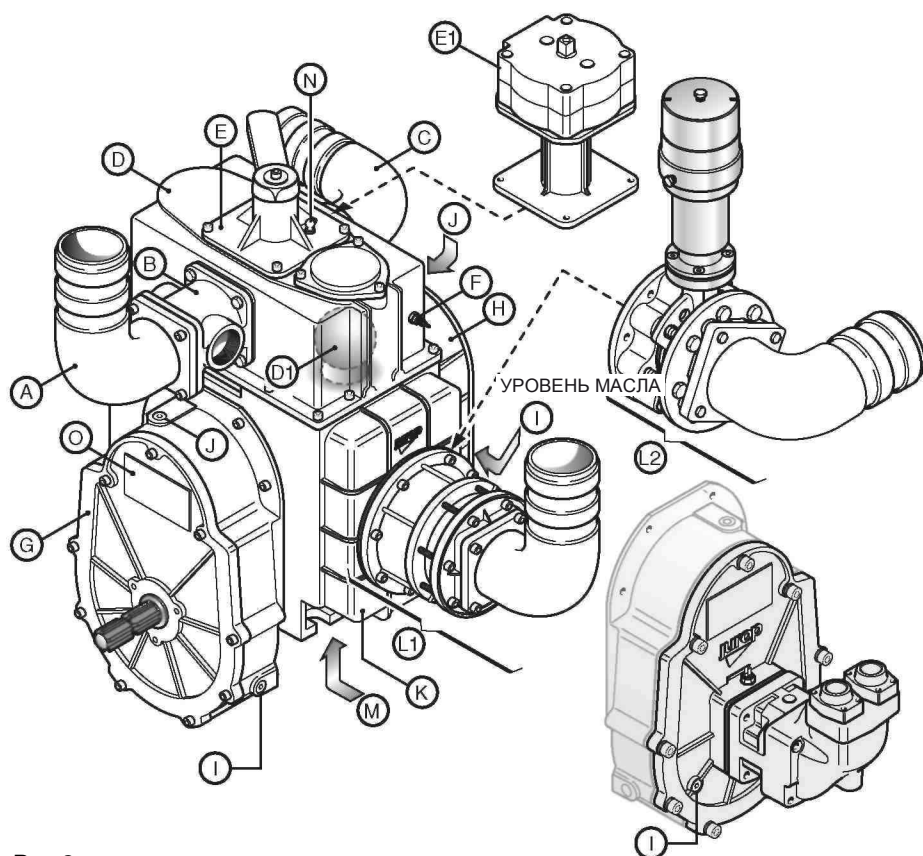

Рис.2
- Стандартные исполнения с предохранительным клапаном на системе впуска (Рис. 2) для исполнения без пневматической системы.
- Исполнения, доступные по запросу, с управляемым двустворчатым клапаном (с функциями обратного клапана) на системе впуска вместе с пневматическим приводом дыхательного переключающего клапана (Рис. 2) для оборудования, использующего сжатый воздух.
Описание компонентов (Рис.2)